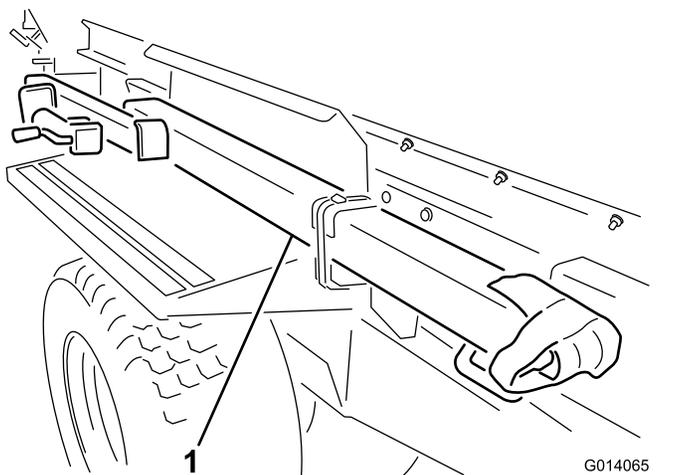

图 3
3. 切断两条箍带卸下运输位置的挂钩把挂钩固定到挡泥板(图 3)。卸下挡泥板上的两个安装支架并丢弃。